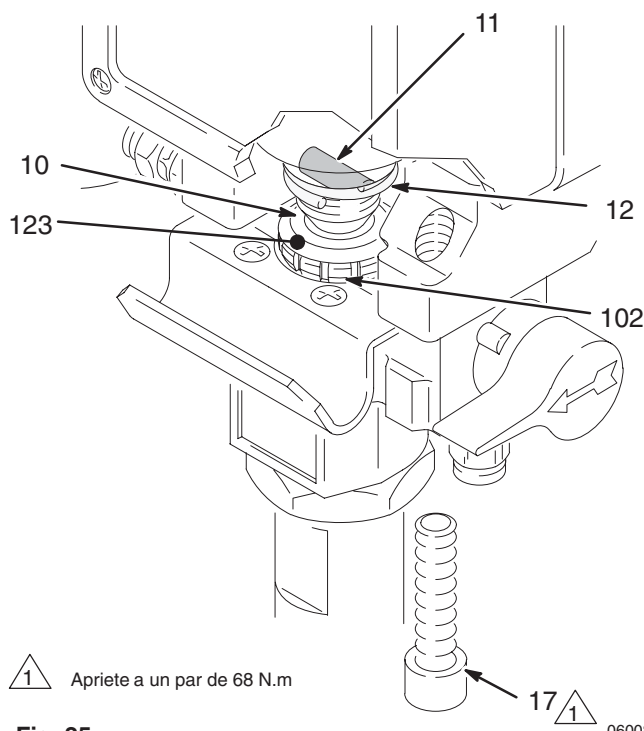

Fig. 25
Asegúrese de que el resorte de retención (12) queda bien fijo en la ranura, enrollado alrededor de la misma, para evitar que el pasador (11) se afloje debido a las vibraciones. Vea la Fig. 25.